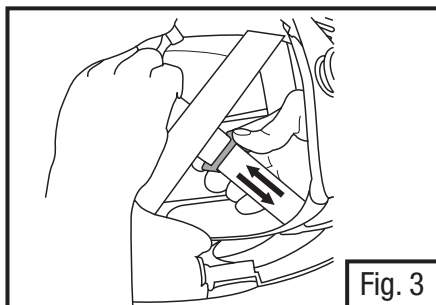

Fig. 3
- b. **Equipamento da Série M apenas para a cabeça:** As tiras de tecido do equipamento da Série M-100 podem ser ajustadas deslizando o fecho da tira azul localizado na tira central (Fig. 3). Deslize a fivela para a parte de trás do equipamento para a cabeça e as tiras apertam e erguem a altura do mesmo. Deslize a fivela para baixo em direção à parte da frente do equipamento para a cabeça, e as tiras soltam e baixam a altura do mesmo.